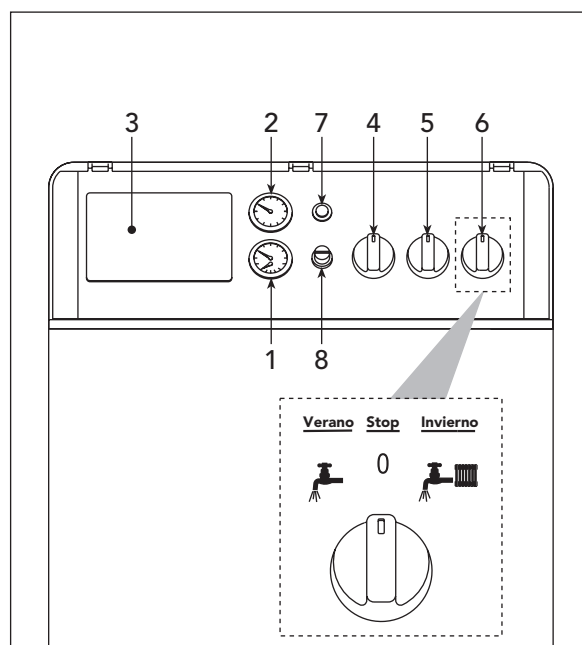

fig. 1
Mediante el selector Verano-Stop-Invierno (6 - fig. 1) del cuadro de control, se puede seleccionar el funcionamiento Verano o el funcionamiento Invierno.
Colocar el conmutador Verano-Stop-Invierno (6 - fig. 1) del panel de control en posición invierno.
- Regular el conmutador (6 - fig. 1) Verano-Stop-Invierno del panel de control según sus necesidades.
Si, después de haber efectuado correctamente las operaciones de encendido, los quemadores no se encienden y el testigo del pulsador de rearmado de la centralita electrónica (7 - fig. 1) se enciende, esperar a que transcurran unos quince segundos y, luego, apretar el citado pulsador. La centralita queda rearmada y se repite el ciclo de encendido. Si, incluso tras algunos intentos, los quemadores siguen sin encenderse, consultar el párrafo sobre las anomalías.
Si la caldera se equipa con una centralita termostática, montada en lugar del tapón 3 de la fig. 1, el usuario ha de leer las instrucciones suministradas por el fabricante de la misma.
Para apagar temporalmente la caldera, es suficiente colocar el conmutador (6 - fig. 1) **Verano-Stop-Invierno** en la posición **"Stop"**.
- Poner el conmutador (6 - fig. 1) en la posición **"Stop"**.
La temperatura de envío se puede regular mediante el termostato de la caldera. El campo de regulación del mando (4 - fig. 1) es de 35-85°C.
La temperatura del agua sanitaria se puede regular mediante el termostato del acumulador (5 - fig. 1). El campo de regulación del mando es de 15-60 °C.
Mediante el termostato ambiente, programar la temperatura deseada en el interior de la vivienda. La caldera se enciende gobernada por el termostato ambiente y calienta el agua a la temperatura establecida en el termostato de regulación de la caldera (4 - fig. 1). Al alcanzar la temperatura ambiente deseada, el generador se apaga.
La presión de carga con la instalación fría, leída en el hidrómetro de la caldera (1 - fig. 1), tiene que ser de aproximadamente un bar. Si la presión de la instalación disminuye durante el funcionamiento (debido a la evaporación del gas disuelto en el agua) por debajo del valor citado, el usuario ha de restablecer el valor inicial mediante la llave de llenado. Al finalizar la operación, cerrar siempre la llave de llenado. Para acceder a la llave de llenado (23, fig. 12) hay que desmontar el panel anterior del acumulador.